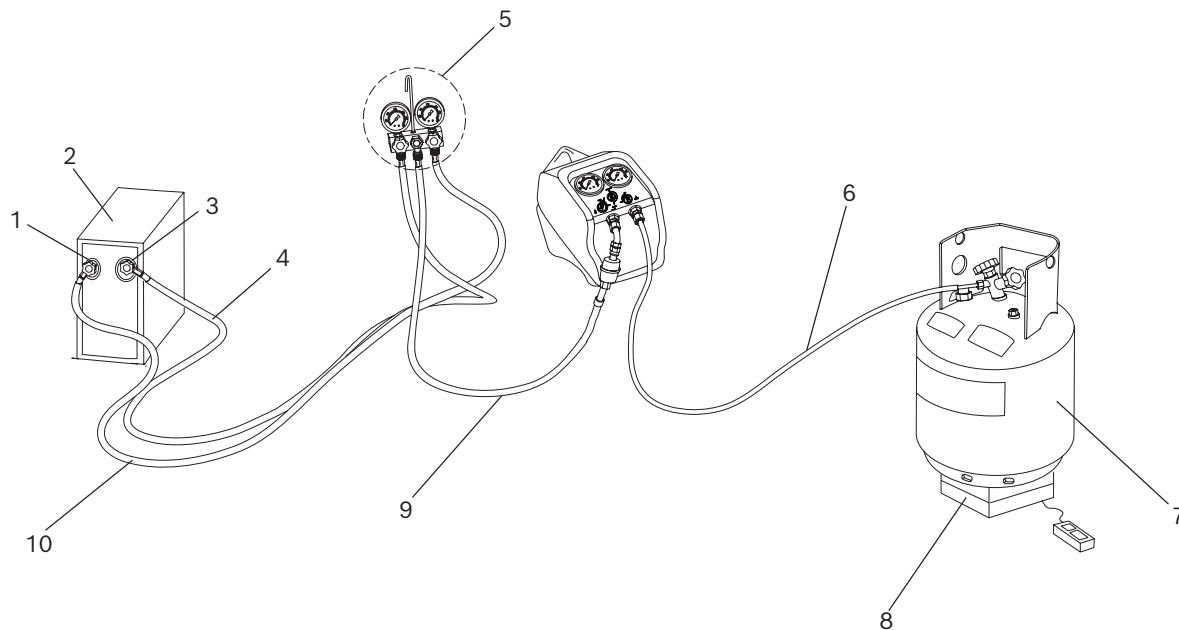

Fig.3: Récupération normale
3. Brancher le RG4.0 au système concerné, conformément à la Fig. 3.